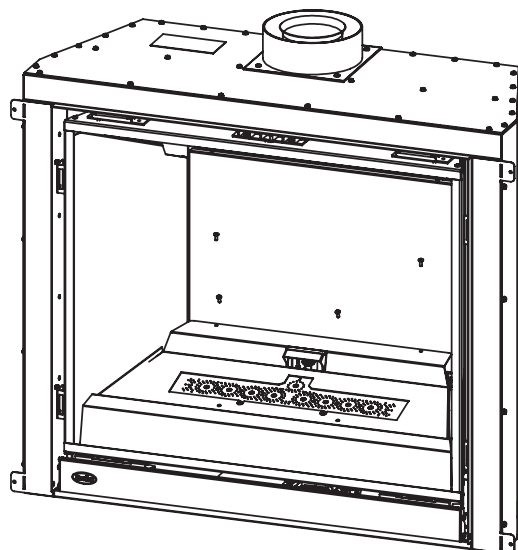

Figure 20. Retirer le plateau du brûleur
Étape 3: Dévissez le plateau du brûleur à l'aide d'un tournevis T20 puis tournez dans le sens horaire et le sortir de la boîte de venturi (figure 20).